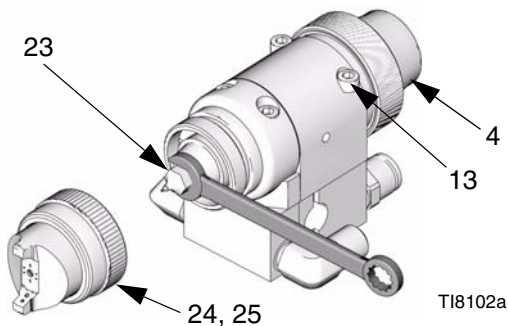

FIG. 18
2. Desenrosque los cuatro tornillos (13) y desmonte la pistola del colector.
3. Retire el retén del casquillo de aire (25) y el casquillo de aire (24). Vea FIG. 18.